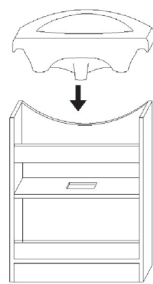

Fig. 7
5. Gently place the Sink top over the cabinet. See Fig. 7
5. Posez délicatement le dessus de l'évier sur l'armoire. Voir la figure 7
5. Con cuidado coloque la parte superior del lavabo sobre el armario. Ver fig. 7